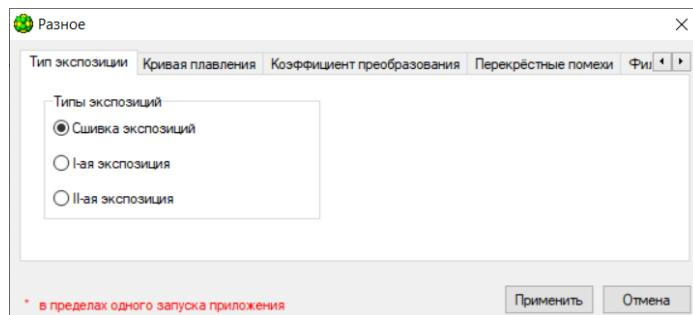

Рис.2 Вкладка «Тип экспозиции»
**Тип экспозиции:** выбор типа «сшивки» оптических данных при достижении уровня насыщения: сшивка по двум экспозициям, либо выбор одной из двух (Рис.2).